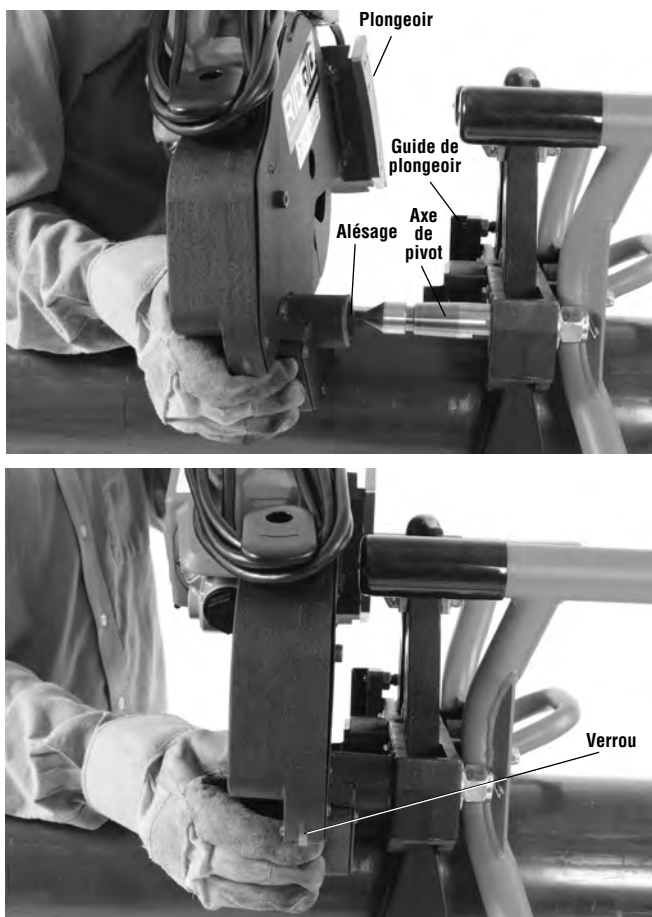

Figure 11 – Alignement de l'axe de pivot
2. Prenez la scie à tubes transportable PCS-500 par sa poignée et sa prise de pivot. Alignez l'alésage de l'axe de pivot de la PipeSaw sur l'axe de pivot de la bride avec la platine d'engagement plus haute que son guide (Figure 11).
4. Appuyez sur le verrou de la PipeSaw pour désengager l'axe de pivot et dégager la scie du l'axe (Figure 11).